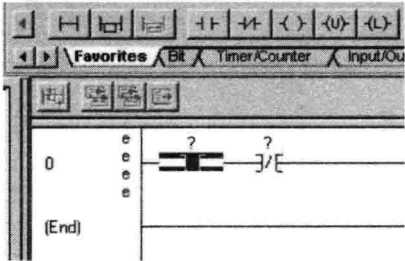

图 1-15 选中将要插入分支的指令
13. 单击 XIC 指令，将其选中，如图 1-15 所示。